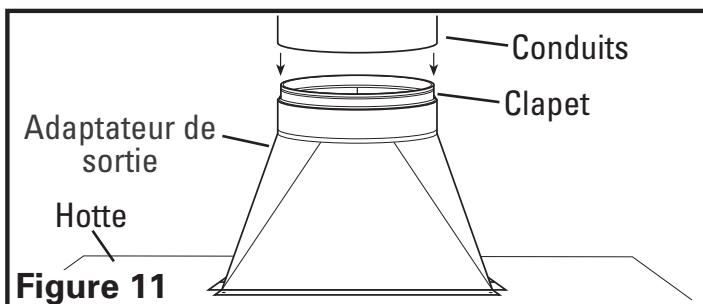

Figure 11
- Raccordez les conduits à l'adaptateur de sortie et du clapet. Fixez en place en utilisant du ruban de gaine pour sceller tous les joints (Figure 11).